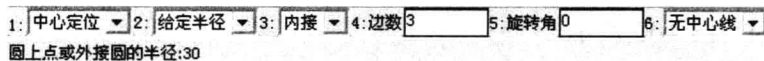
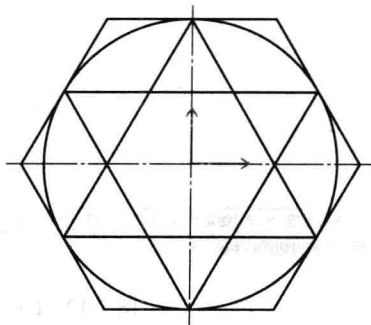

图 2-16 【立即】菜单
图 2-18 绘制三角形
(3) 单击【绘图】→【正多边形】命令,在【立即】菜单中修改参数,绘制正多边形,如图 2-16~图 2-18 所示。